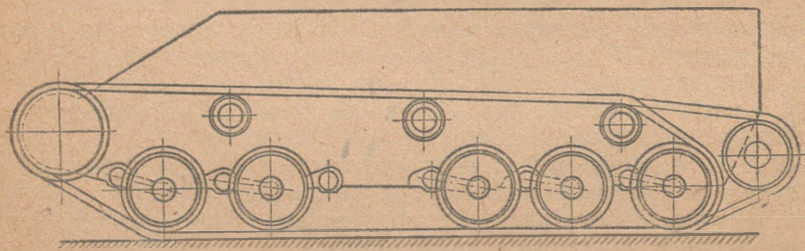

Рис. 116. Обводка гусеницы вокруг шестого катка при аварии ленивца
5. При разрушении ленивца и невозможности заменить его катком следует укоротить гусеницу, для чего обвести её вокруг шестого катка и третьего поддерживающего ролика, минуя ленивец (рис. 116). Буфер шестого катка снять обязательно. Продолжать движение своим ходом до парка с пониженной скоростью.